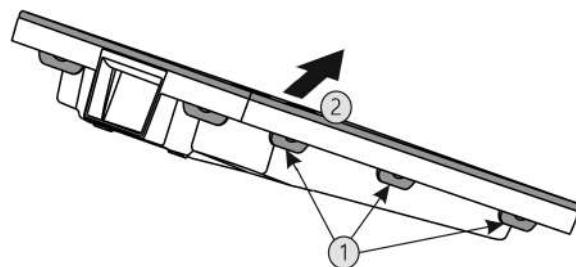

Fig. 41
- Всі накладки Fig. 41 (1) натиснути послідовно і вийняти кришку Fig. 41 (2).